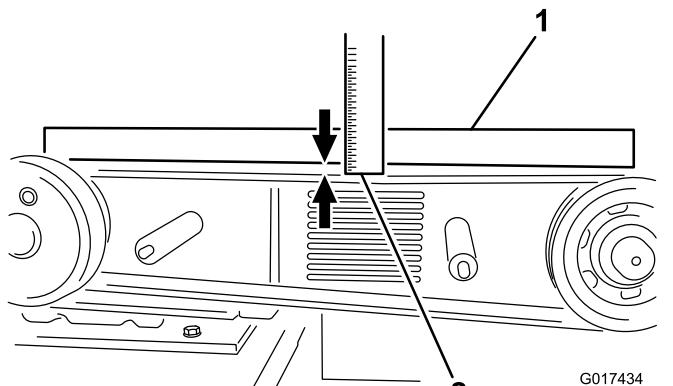

Figure 28
8. Placez une règle de vérification en travers des poulies d'embrayage et de volant moteur. Serrez le boulon de tension de la courroie de sorte à obtenir une flèche de 10 mm lorsqu'une pression de 6,8 kg (15 lb) est exercée au centre du brin (si vous retenez une courroie existante), ou lorsqu'une pression de 8 kg (18 lb) est exercée sur une courroie neuve (Figure 28).